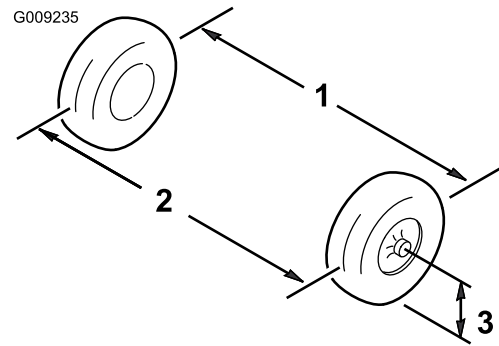

Figura 54
2. Mida la distancia entre los neumáticos delanteros a la altura del eje, en la parte delantera y trasera de las ruedas (Figura 54).